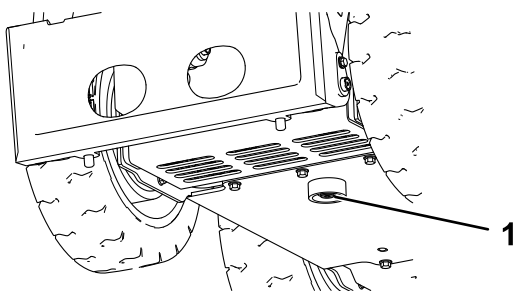

Figure 43
1. Boulon (2)
6. Retirez le bouchon de vidange au bas du réservoir hydraulique et attendez que tout le liquide se soit écoulé (Figure 43).